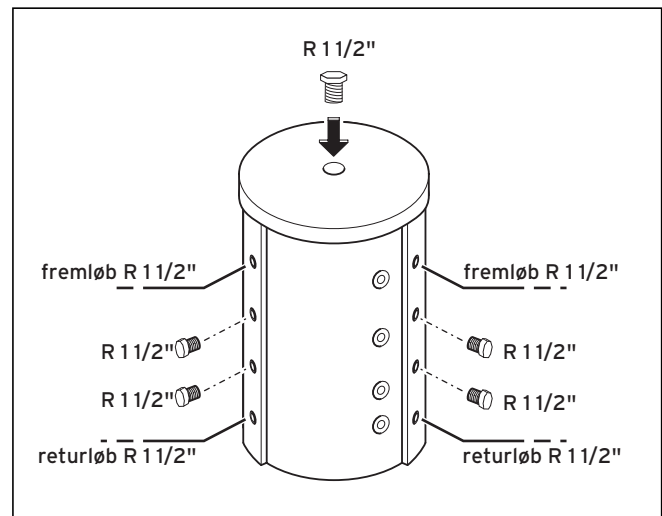
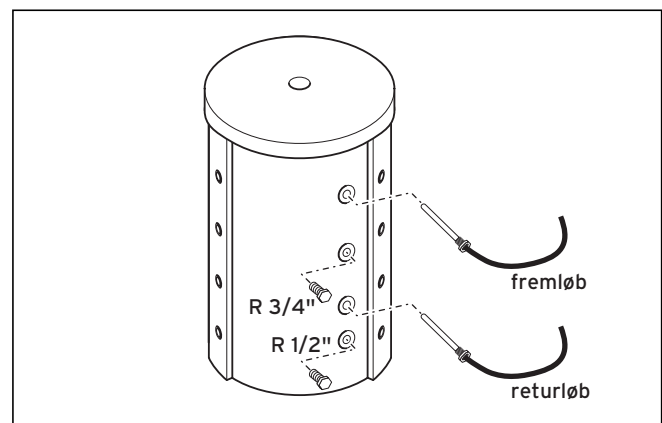

Fig. 5.1 Vandtilslutninger og propper
Fig. 5.2 Temperaturføler tilslutning og propper
- Luk de tilslutninger, der ikke er nødvendige, med de tilsvarende propper som vist på fig. 5.1 og fig. 5.2.
- Tilslut vandtilslutningerne som vist på fig. 5.1.